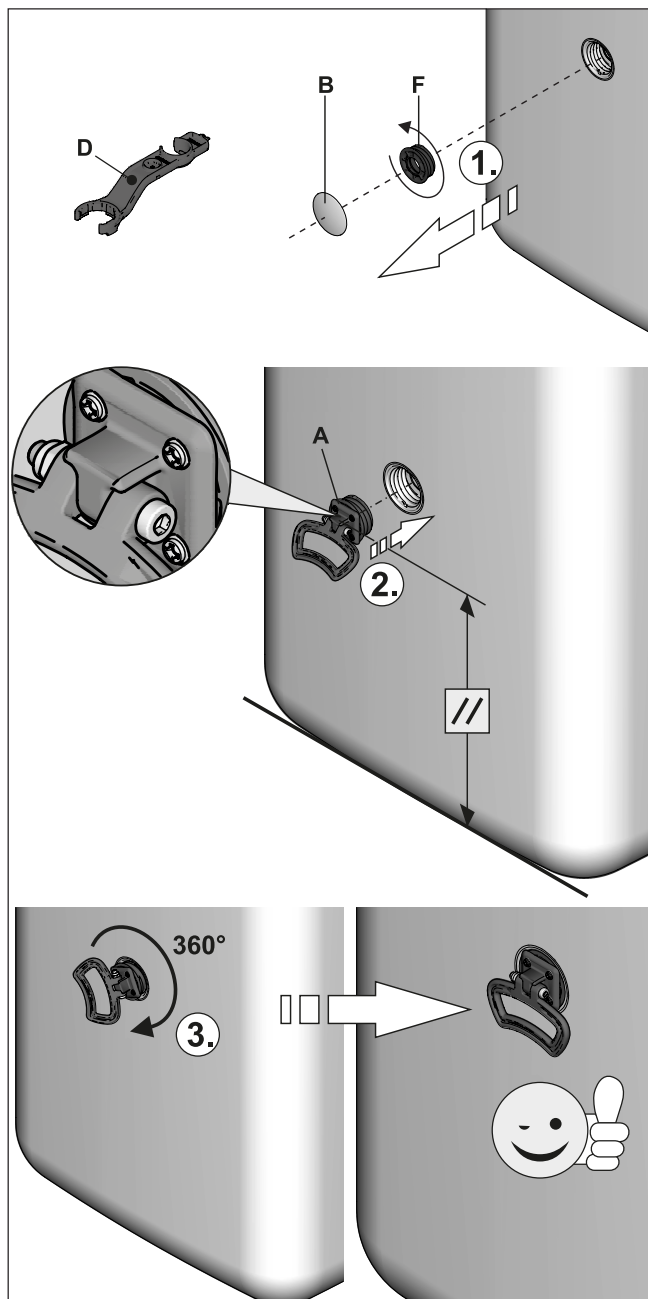

Fig. 4-9 Montar los asideros (consulte la leyenda en Fig. 4-8)
- 2 En el depósito acumulador, quite los paneles protectores (Fig. 4-9, pos. B) y desenrosque la pieza roscada (Fig. 4-9, pos. F) de los orificios en los que deben montarse los mangos.
- 3 Atornille los mangos (Fig. 4-9, pos. A) en los orificios roscados libres.